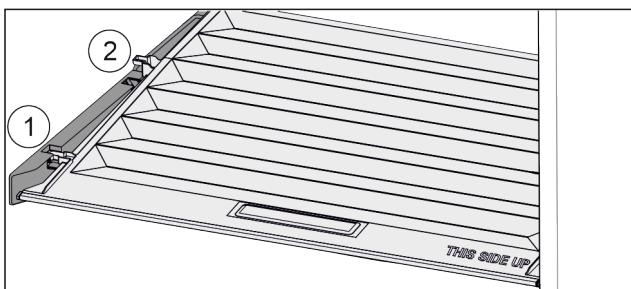

Fig. 94
- Потянуть крышку до отверстия в поддерживающих деталях вперед Fig. 94 (1).
► Поднять сзади снизу и извлечь Fig. 94 (2) движением верх.